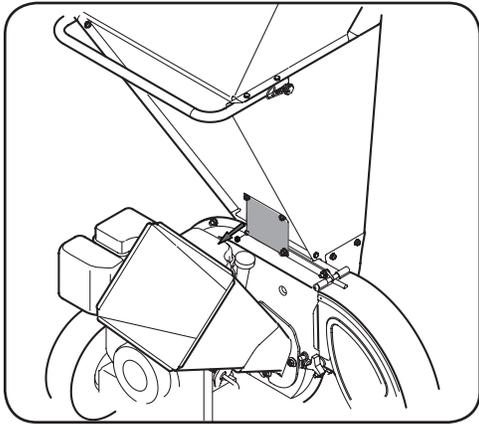

Figure 5-3
2. Retirez les deux écrous à bride et les deux boulons qui fixent le support de la trémie d'alimentation de la broyeuse au boîtier de la turbine. Gardez la quincaillerie pour usage ultérieur. Voir Figure 5-3.